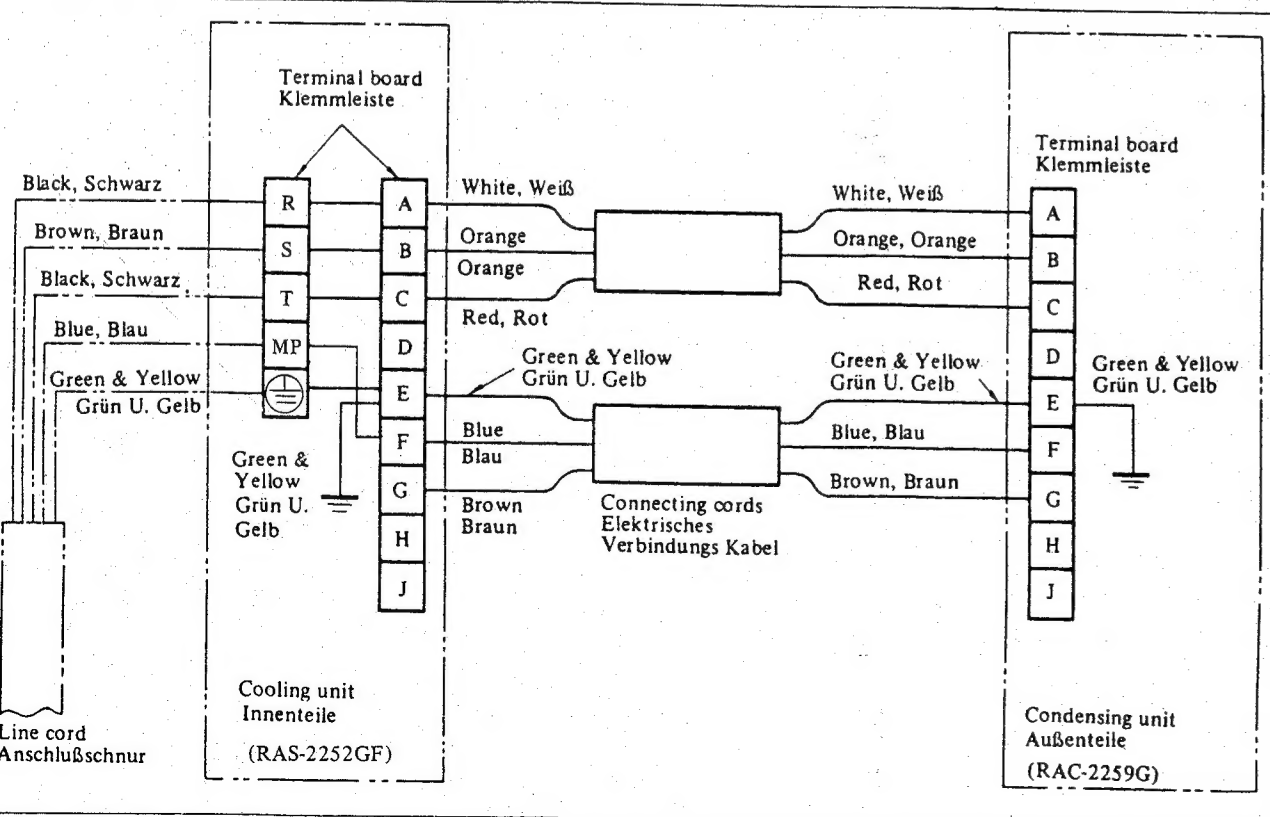

Abb. 17
- (4) Die Verbindungskabel und das Erdungskabel an Klemmenleiste anschließen. (Abb. 17)